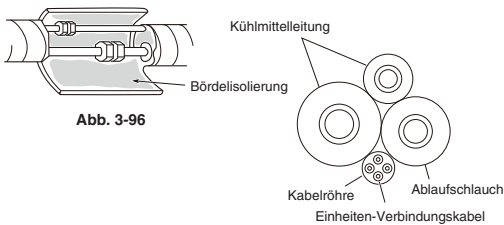
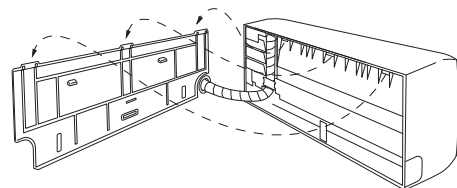

Abb. 3-96
Abb. 3-95
- (2) Kabel, Kühlmittelleitung und Ablaufschlauch durch die Öffnung in der Wand drücken. Die Inneneinheit so einstellen, dass sie sicher an der Rückwand sitzt. (Abb. 3-95)
- (3) Die Leitungen vorsichtig biegen (sofern erforderlich), damit sie bis zur Außeneinheit bündig an der Wand anliegen, und dann bis zu den Anschlüssen mit Band umwickeln. Der Ablaufschlauch sollte an der Wand lotrecht nach unten verlaufen und an einer Stelle enden, wo das abtropfende Wasser keine Flecken an der Wand verursacht.
- (4) Die Kühlmittelleitung an die Außeneinheit anschließen. (Nach Durchführen einer Undichtigkeitsprüfung an den Anschlüssen diese mit Leitungsisolierung isolieren. (Abb. 3-96)).